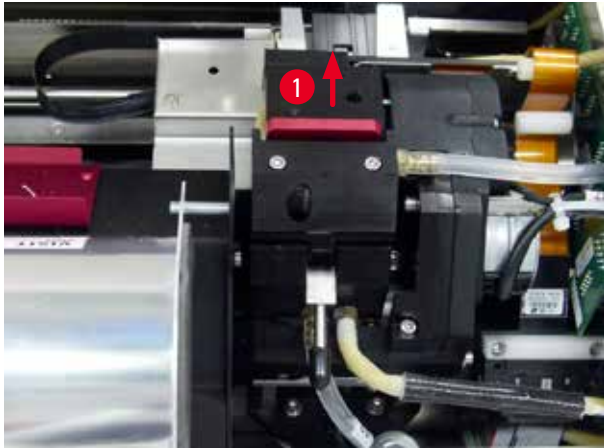

図 49
2. 印字ヘッド (→「図 49-1」) が上方に、シールリップから約 1 cm 離れた位置まで移動します (→「図 49」)。